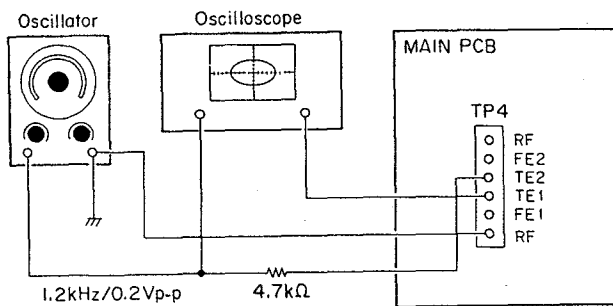

Fig. 4-11
2. Plug into FE2 of TP-4 a 1.2 kHz/200 mV p-p signal coming from external generator via 4.7 kohm resistor (refer to Fig. 4-11).
2. 外部発振器より4.7KΩの抵抗を介して 1.2KHz/200mVP-Pの信号を TP-4 のTE2 に inputsする。(図4-11参照)